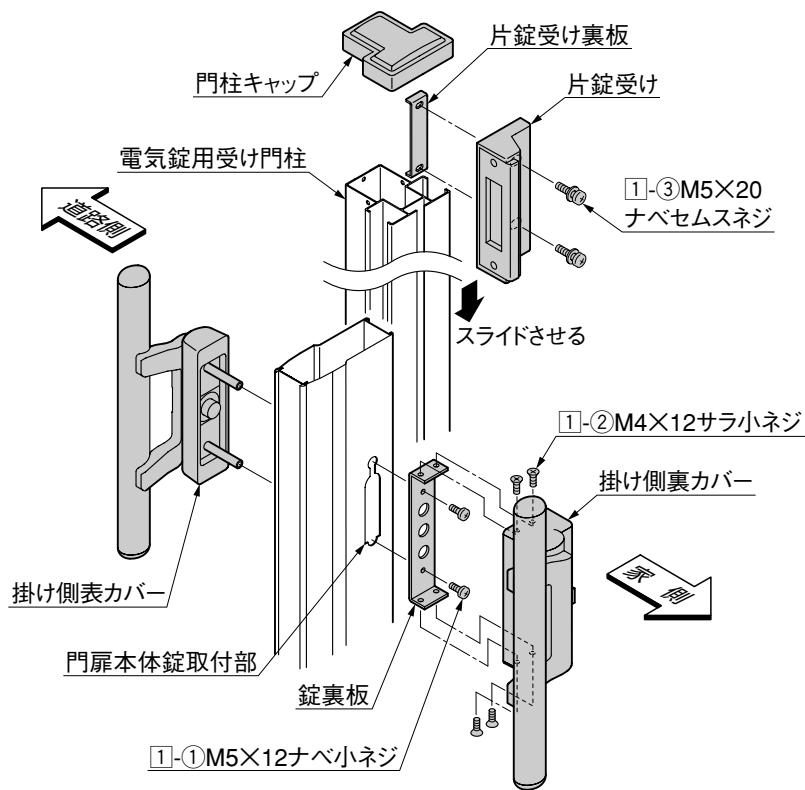

図3-3
① 図3-3にしたがって、門扉に錠を取付けてください。
② 片錠受けを門柱に①-①で取付けてください。